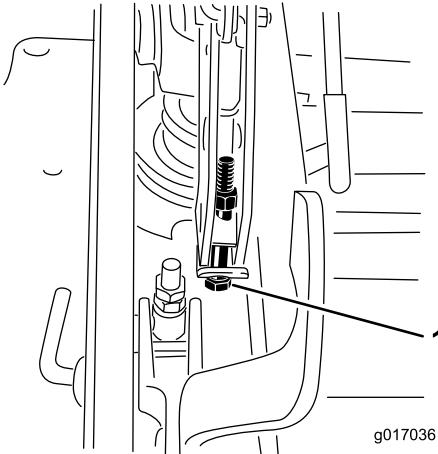

Figure 93
12. Si le tablier est trop bas, serrez le boulon de réglage monopoint dans le sens horaire. Si le tablier est trop haut, desserrez le boulon de réglage monopoint dans le sens antihoraire (Figure 93).